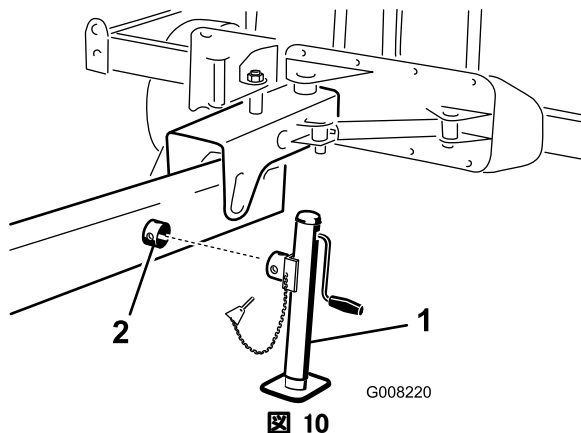

図 10
1. 牽引ヒッチの側面にあるジャッキ・チューブにジャッキを取り付ける（図 10）。
2. ジャッキ・スタンドを回して穴同士をそろえ、リンチ・ピンで固定する（図 10）。